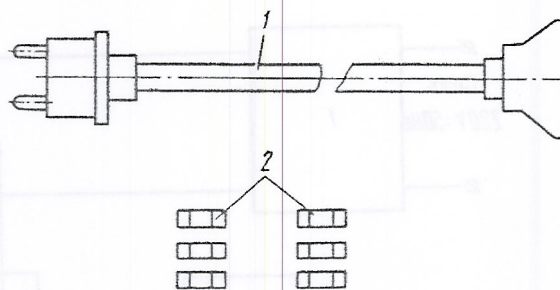

Рис. 2. Комплект ЗИП:
3.1. Состав комплекта приборов приведен в табл.4, запасное имущество и принадлежности (ЗИП) показаны на рис.2.